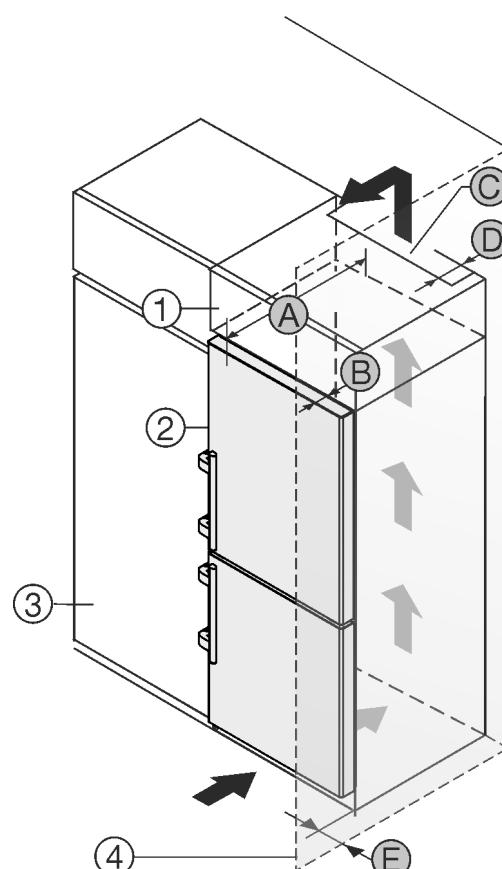

Fig. 47
Das Gerät kann mit Küchenschränken umbaut werden. Um das Gerät *Fig. 47 (2)* der Küchenzeilenhöhe anzugeleichen, kann über dem Gerät ein Aufsatzschrank *Fig. 47 (1)* angebracht werden.
Wird das Gerät direkt neben einem Küchenschrank Fig. 47 (3) aufgestellt, so ist ein Abstand von mind. 5cm zum Gerät notwendig. Um die Türe vollständig öffnen zu können, muss das Gerät um die Tiefe Fig. 47 (B) gegenüber der Küchenschrankfront vorstehen. Abhängig von der Tiefe der Küchenschränke und Verwendung von Wandabstandshaltern kann das Gerät weiter herausragen.
- An der Rückseite des Aufsatzschrankes muss ein Abluftschaft mit der Tiefe Fig. 47 (D) über die gesamte Aufsatzschrankbreite vorhanden sein.
- Unter der Raumdecke muss der Entlüftungsquerschnitt Fig. 47 (C) eingehalten werden.
Wenn das Gerät mit den Scharnieren neben einer Wand Fig. 47 (4) aufgestellt wird, muss der Abstand Fig. 47 (E) zwischen Gerät und Wand eingehalten werden. Dies entspricht dem Griffüberstand bei geöffneter Tür.